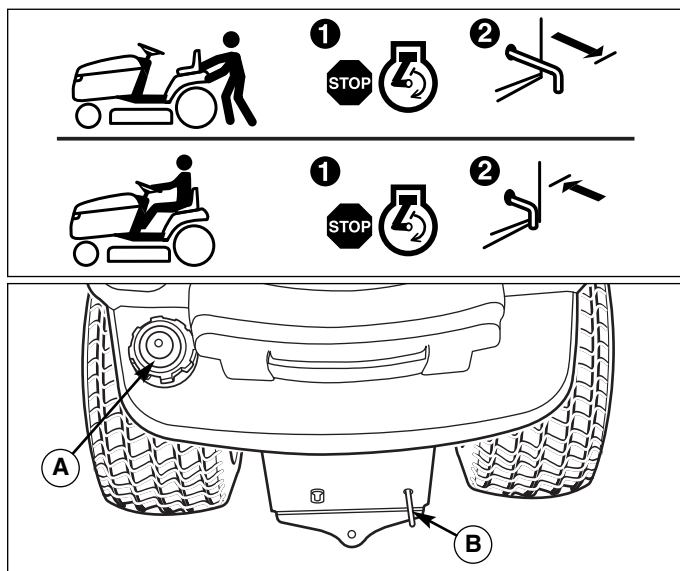

Figure 3. Levier de débrayage de la transmission et réservoir d'essence
1. Ouvrir le bouchon du réservoir (A, Figure 3).
2. Tirer le levier de débrayage de la transmission (B, Figure 3) en arrière d'environ 6,4 cm pour le verrouiller en position débrayée.